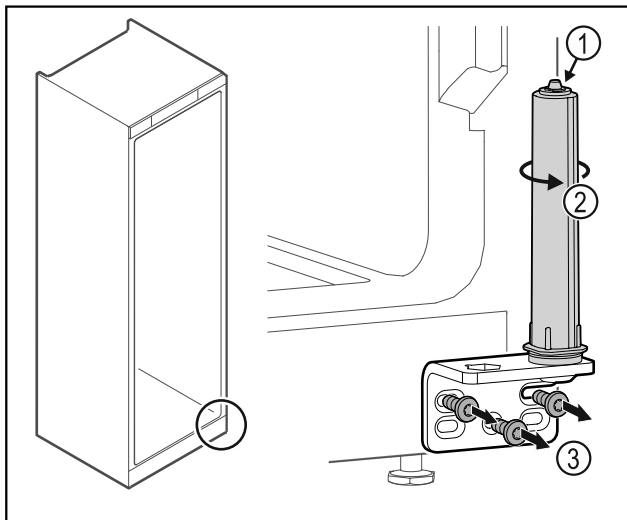

Fig. 37
- Mos e zbrërtheni sistemin e mbylljes së derës Fig. 37 (1).
- ▶ Rrotulloni sistemin e mbylljes Fig. 37 (2) derisa të kërcasë.
- ▶ Lironi vidat e profilit të menteshës Fig. 37 (3).